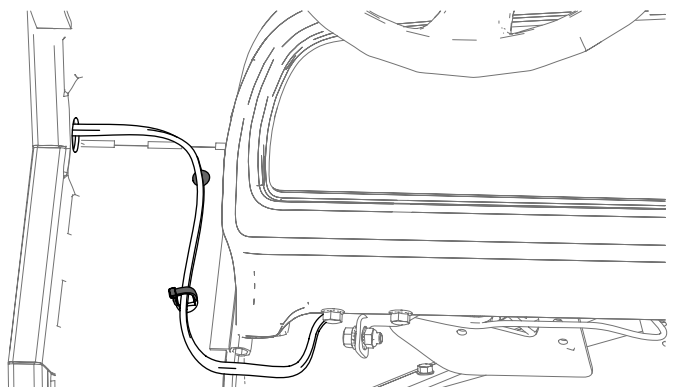

Figure 14
1. Acheminez le faisceau de câblage sous le panneau de commande, installez l'attache-câble dans le trou inférieur du panneau latéral et obturez le trou supérieur (Figure 14).